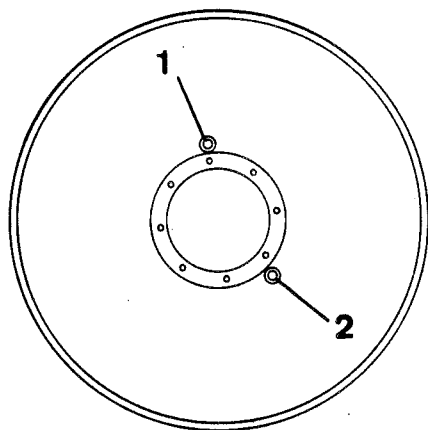

Fig. 33 Posizione del tamburo
- 1 Fermare il rullo in modo che il tappo di scarico (1) sia in basso.
- 3 Spostare la macchina in modo che il tappo (1) sia in alto.
- 4 Rifornire con olio tipo D secondo lubrificanti, vedere pag. 1, fino a metà circa del vetro di ispezione. Vedere fig. 33.